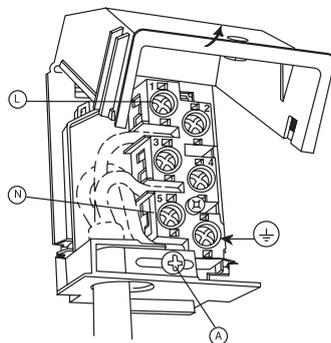

fig.15
- Ouvrez le boîtier de raccordement (voir fig. 15).